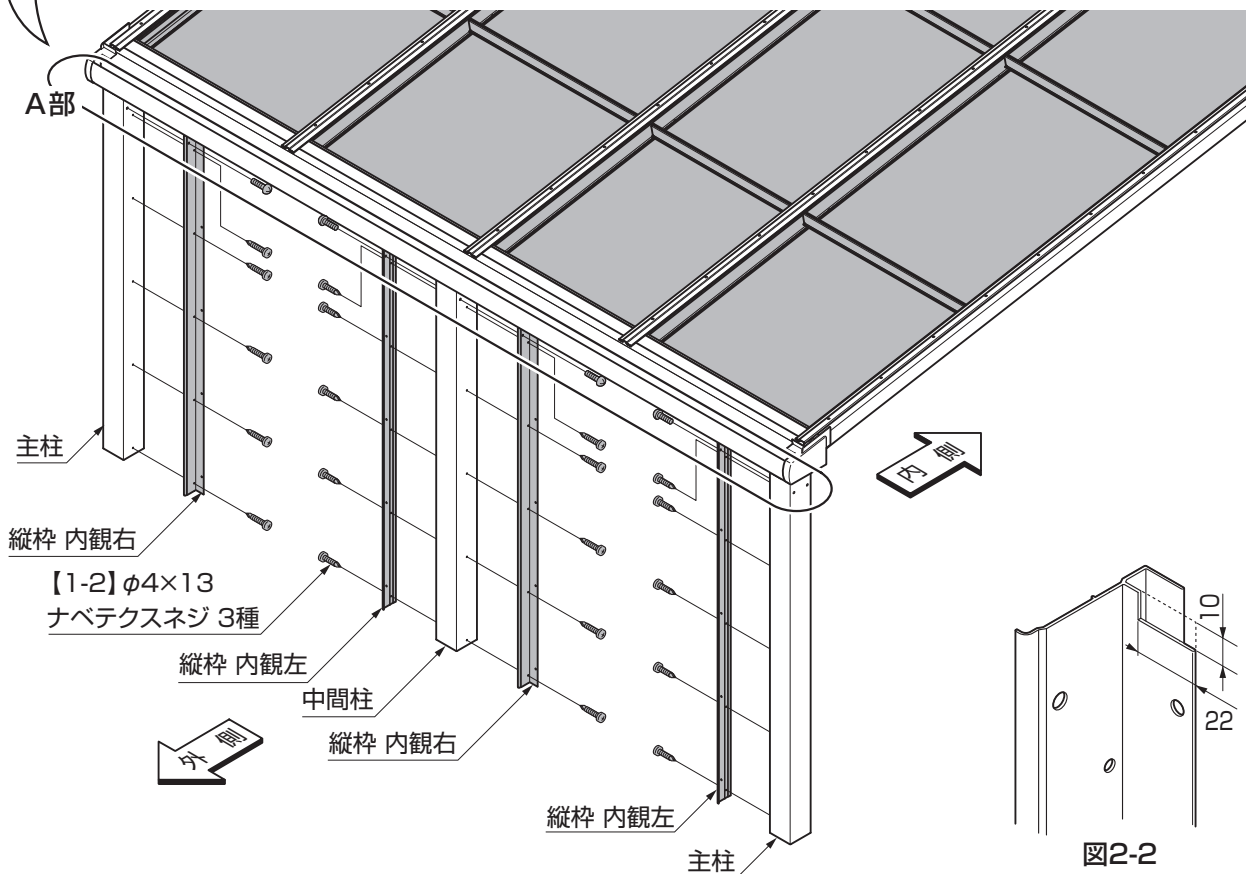

図2-2
- サンクテラスⅡに後付けする場合などで、柱固定金具固定用の六角ボルトが表に出ているタイプに取り付ける場合は、あらかじめ縦枠の上端部に切欠き加工をしてください。(図2-2参照)
②縦枠の上端部の孔に①で外したM5×12トラス小ネジを通して、縦枠を柱に固定してください。
③主柱または中間柱と縦枠を、【1-2】で固定してください。